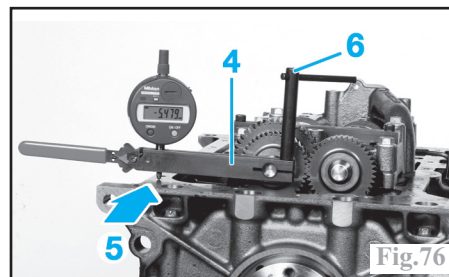

Fig.76
Mettre en place l'outil de mesure (4) du coffret Mot. 1660 sur le bout de l'arbre menant (Fig.76).
Positionner l'outil (4) horizontalement en mettant un jeu de cales complet en (5), immobiliser l'outil à l'aide de la vis de blocage (6), puis retirer le jeu de cales (Fig.76).